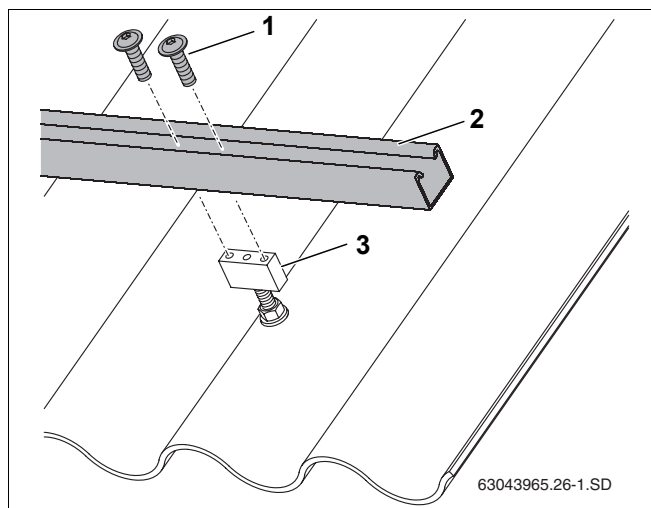

Fig. 25 Fixarea șinei profilate pe piesa de susținere
- Șinele profilate (Fig. 25, **Poz. 2**) se fixează fiecare cu câte două șuruburi (Fig. 25, **Poz. 1**).